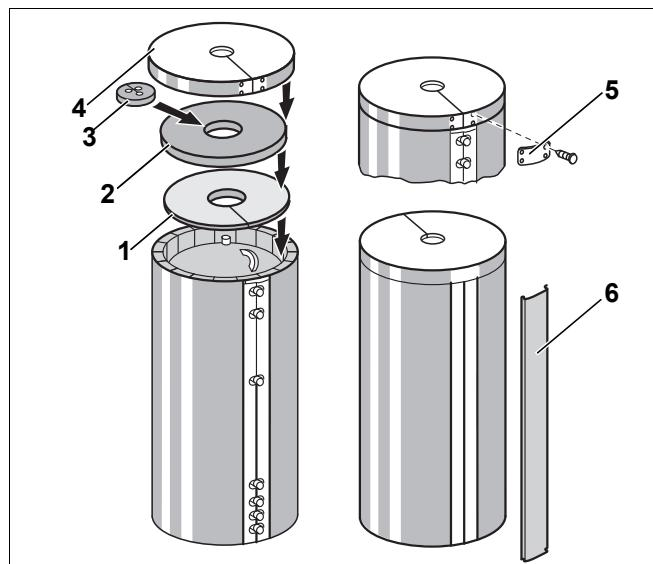

Рис. 10 Монтаж теплоизоляции (схематичное изображение)
- Нажмите на соединительную планку (рис. 10, [6]) на передней стороне над замыкающей рейкой теплоизоляционного матов.
- Уложите верхние теплоизоляционные круги (рис. 10, [1] и [2]) так, чтобы более толстый круг (рис. 10, [2]) накрывал теплоизоляционный мат.
- Вставьте закладную деталь (рис. 10, [3]) с вырезами для подключений бака.
- Наденьте крышку бака (рис. 10, [4]) на теплоизоляционный круг и теплоизоляционный мат.